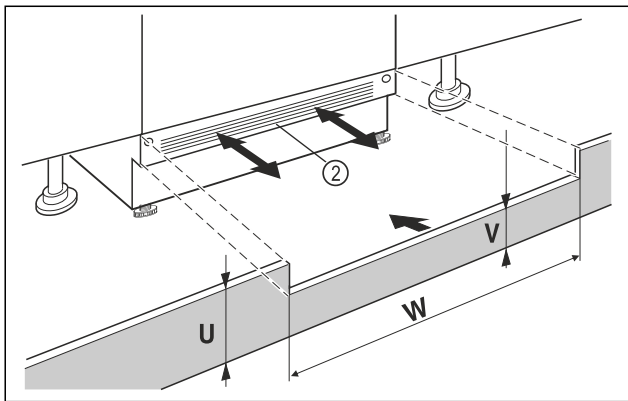

Fig. 70 Primjer izgleda
- ▶ Nataknite masku podnožja uređaja Fig. 70 (2), ali je nemojte još pričvrstiti.
- ▶ Ako se maska podnožja Fig. 70 (2) vidi, izvucite je toliko prema naprijed da prednji rub ventilacijske rešetke i maske podnožja namještaja tvore ravninu.
- ▶ Ako je maska podnožja skrivena Fig. 70 (2), gurnite je posve prema otpraga.
- ▶ Obratite pozornost na potpuno slobodne ventilacijske otvore: Po potrebi izrežite visinu maske podnožja namještaja Fig. 70 (U)!
- ▶ Uzduž širine niše Fig. 70 (W) prilagodite visinu poprečne lamele Fig. 70 (V) ispod maske podnožja uređaja Fig. 70 (2).